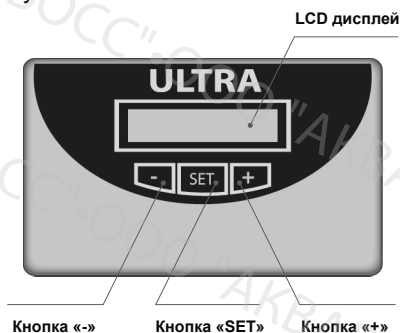

Рис. 6
- 2 Запустите ручную промывку. Для этого нажмите кнопку «SET» (см. рис. 6) и удерживайте в течение 5 сек. Отпустите кнопку (контроллер войдет в основное меню). Убедитесь, что на дисплее отображается надпись «Manual Washing». После этого однократно нажмите на кнопку «SET». Начнется промывка. Из дренажного шланга должна потечь вода.